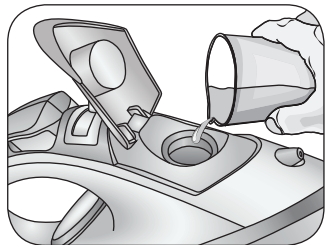

Fig. 5
Aprire lo sportellino (B) tirandolo verso l'alto. Riempire il serbatoio con acqua di rubinetto fino al livello massimo utilizzando il misurino (N) in dotazione (Fig. 5). Richiudere lo sportellino (B). Se l'acqua del vostro rubinetto è molto calcarea, utilizzare acqua demineralizzata.